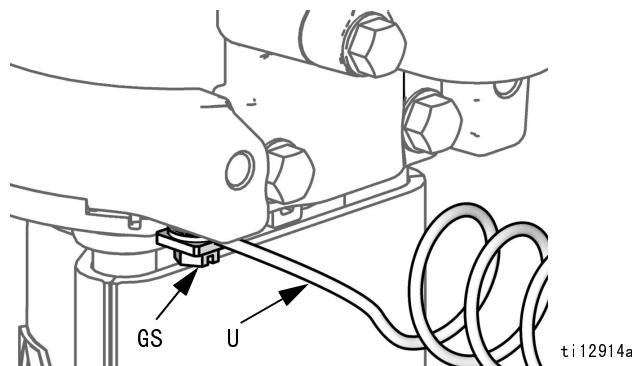

图 2：接地导线
请参见图 2。请确认是否已连接接地螺丝 (GS)，并拧紧至气动马达。将接地导线 (U) 的另一端真正接地。